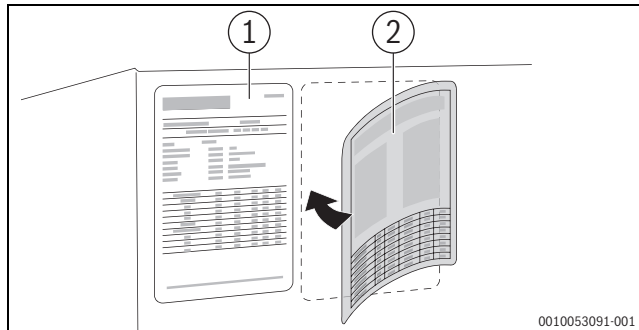

Bild 30 Typschild aktualisieren bei Umstellung auf LowNOx-Variante
- ▶ Mitgeliefertes Typschild **neben** das vorhandene kleben (→Bild 30, [2]).